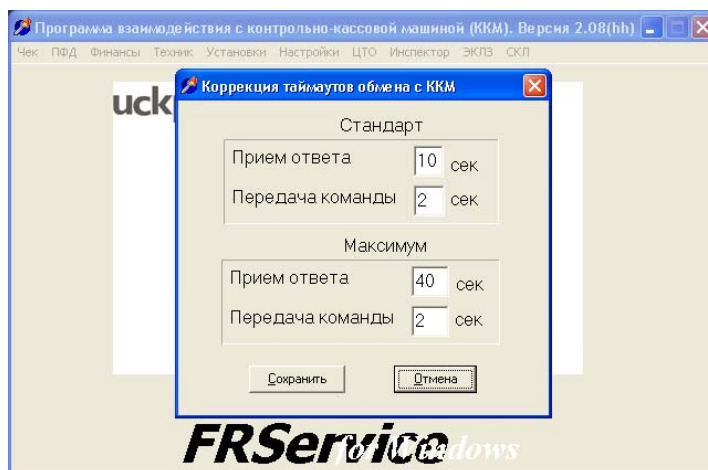

Рис. 18
- Выставить больший таймаут (FRService → Настройки → Таймауты) (см. Рис. 18).